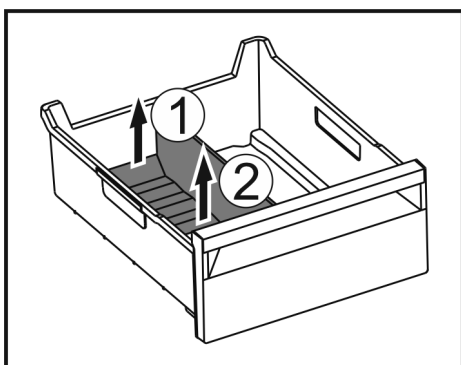

Fig. 138
- Lyft upp frysfacksdelarens bakre del. Fig. 138 (1)
- Ta ut frysfacksdelaren uppåt. Fig. 138 (2)